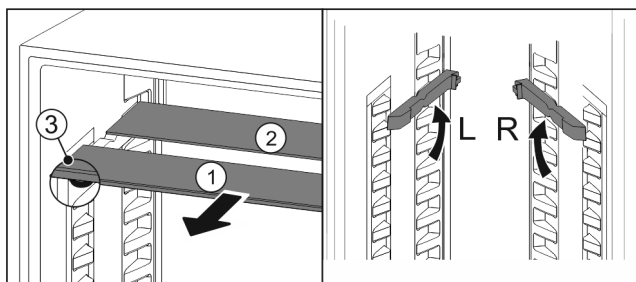

Fig. 107
- Extrageți Fig. 107 (1) pe rând plăcile de sticlă spre înainte.
- ▷ Placa de sticlă Fig. 107 (1) cu șipca decorativă se află în față.
- ▷ Opritoarele Fig. 107 (3) indică în jos.